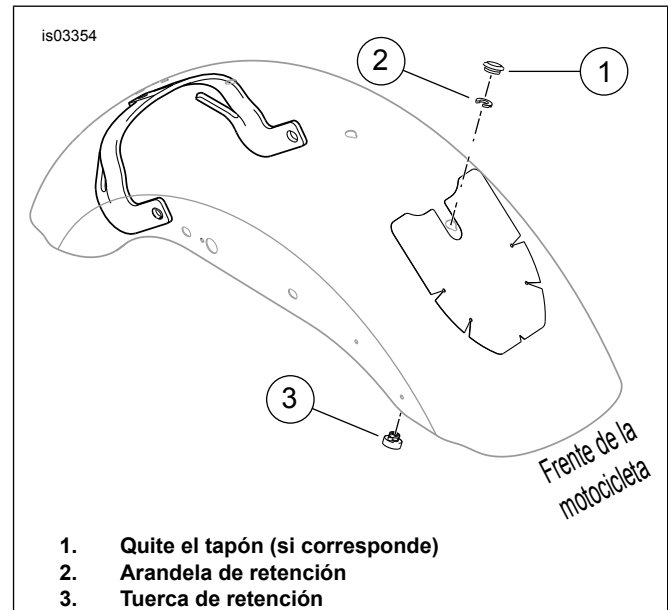

Figura 1. Colocación de la tuerca de retención y la arandela del asiento
1. Si el asiento original era de tipo doble, quite el tapón de plástico del agujero del soporte delantero del asiento (vea Figura 1).